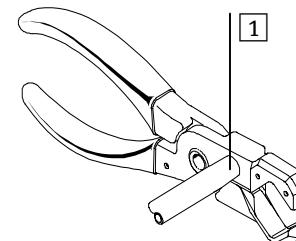

Bild 2 / Fig. 2
- Press the end of the tube with short rotary movements into the conical bore ([1] in Fig. 2). The ends of the tubing will then be chamfered.
- Tryck rörets ände med korta vriderörelser i det koniska hålet ([1] på bild 2). På så sätt avfasas rörändorna.